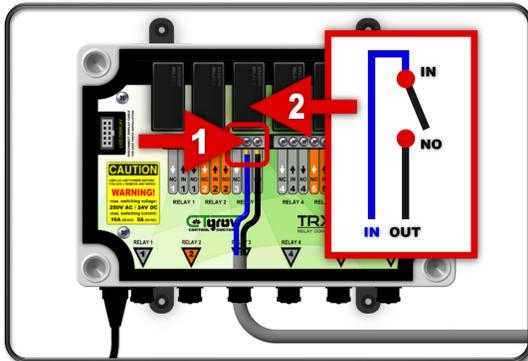

Figure 5.0.2
Il est crucial de comprendre que les relais TRX-6 ont des limites lorsqu'il s'agit de contrôler des appareils haute puissance ou inductifs/capacitifs, tels que des lampes HID haute puissance ou des moteurs électriques. Dans de tels scénarios, le TRX-6 agit uniquement comme un interrupteur pilote électrique, responsable de la commande d'un interrupteur à distance séparé à usage intensif appelé contacteur industriel (voir les figures 5.0.2 et 5.0.3).
Une fois le câblage terminé, le relais fonctionnera comme un simple interrupteur marche/arrêt (voir Figure 5.0.2-1/2). Lorsque le relais est activé (ON), il connecte les deux fils ensemble, permettant au courant de circuler dans le circuit. (Voir Figure 5.0.2-1/2).